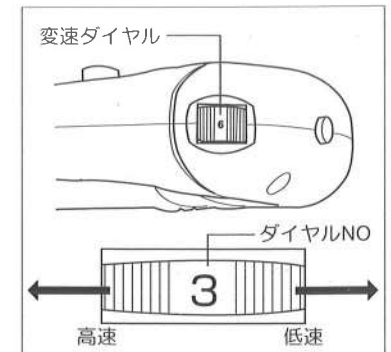

図6
■変速ダイヤルの操作(図6参照)
- 変速ダイヤルは、①～⑥までの6段階でスピードを調節することができます。
- ダイヤル番号①が低速で⑥番が高速になります。